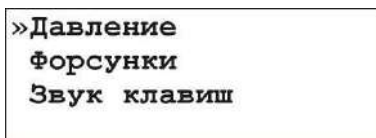

Рисунок 4.1 – Экран главного меню режима настройки
Для перехода в режим настройки (рис. 4.1) необходимо, находясь в режиме выбора форсунки, нажать клавишу **F**.
1. В главное меню режима настройки (рис. 4.1) клавишами **Δ**, **∇** выбрать пункт "Давление" и нажать клавишу **✓**.
1. В главном меню режима настройки (рис. 4.1) клавишами Δ , ∇ выбрать пункт "Давление" и нажать клавишу \checkmark .
1. В главном меню режима настройки (рис. 4.1) клавишами Δ, ∇ выбрать пункт "Давление" и нажать клавишу \checkmark .
1. В главном меню режима настройки (рис. 4.1) клавишами $\bar{\Delta}$, $\bar{\nabla}$ выбрать пункт "Форсунки" и нажать клавишу \checkmark .
1. В главном меню режима настройки (рис. 4.1) клавишами **▲, ▼** выбрать пункт "Форсунки" и нажать клавишу **✓**.